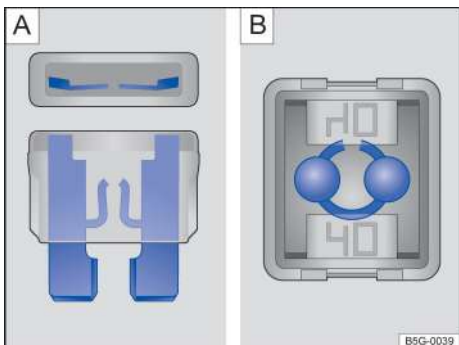

Рисунок 105. Сгоревший предохранитель:  Плавкий предохранитель,  Блок предохранителей
- Перегоревшие плоские вставные предохранители (ATO®, MINI®) можно определить сверху и сбоку, наблюдая за состоянием плавления металлического листа внутри предохранителя через прозрачный корпус. →Рисунок 105 А.
- Перегоревший квадратный предохранитель (JCASE®) можно рассмотреть через верхнюю часть прозрачного корпуса, чтобы увидеть, не перегорел ли он. →Рисунок 105 Б.